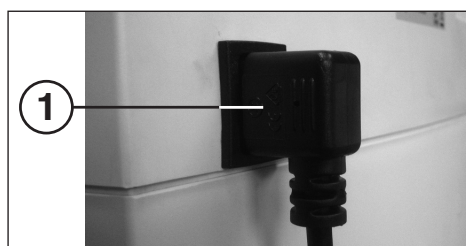

fig. 2
- 1 = Fiche secteur (fig. 2)**